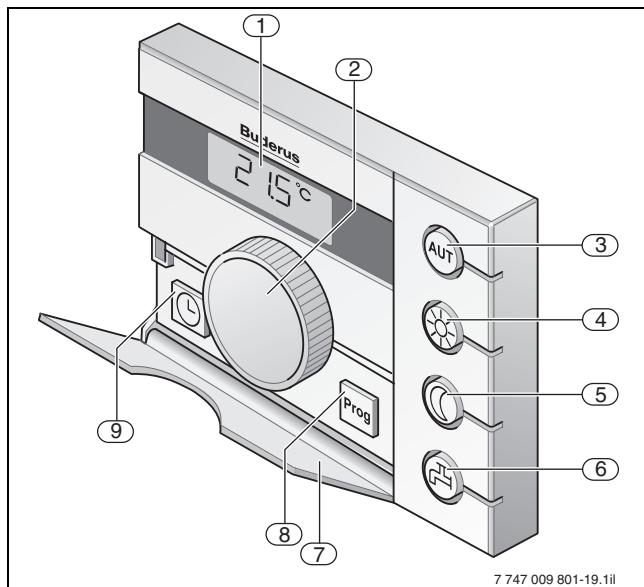
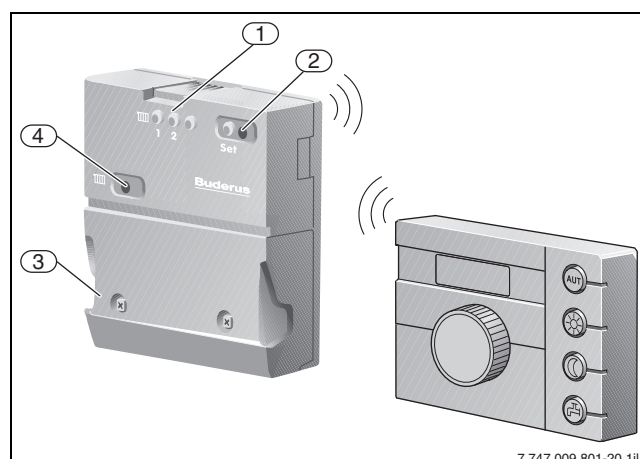

Fig. 51 Indicazioni ed elementi di comando dell'unità di servizio RC25
Fig. 52 Indicazioni ed elementi di comando del modulo a onde radio RFM20 (nella figura con l'unità di radiocomando RC20 RF)
L'unità di servizio RC25 (→ fig. 51) è collegata alla Logamatic EMS e alimentata tramite un cavo Bus bipolare. A scelta è utilizzabile come unità di servizio o come telecomando. Nel volume di fornitura è compreso un supporto a parete per il montaggio dell'unità di servizio RC25 nella stanza.
In entrambe le situazioni d'impiego il display LCD visualizza la temperatura misurata nella stanza (→ fig. 51, pos. 1). Inoltre sul display LCD sono raffigurati l'ora e il giorno della settimana.
Con l'ausilio dei tasti di scelta (→ fig. 51, pos. da 3 a pos. 5) è possibile impostare per l'esercizio riscaldamento le modalità d'esercizio «Automatica», «Riscaldamento costante» e «Riduzione costante». Il LED integrato mostra la modalità d'esercizio attuale.
L'unità di radiocomando RC20 RF ha la stessa modalità di funzionamento dell'unità di servizio RC25 (→ fig. 51). Il modulo a onde radio RFM20 consente una comunicazione senza cavi tra l'unità di radiocomando RC20 RF collocata nell'appartamento e il sistema di regolazione Logamatic EMS collocato in cantina (→ fig. 52). Per ottenere una ricezione radio ottimale consigliamo di montare il modulo alla parete nelle immediate vicinanze del sistema di regolazione EMS.